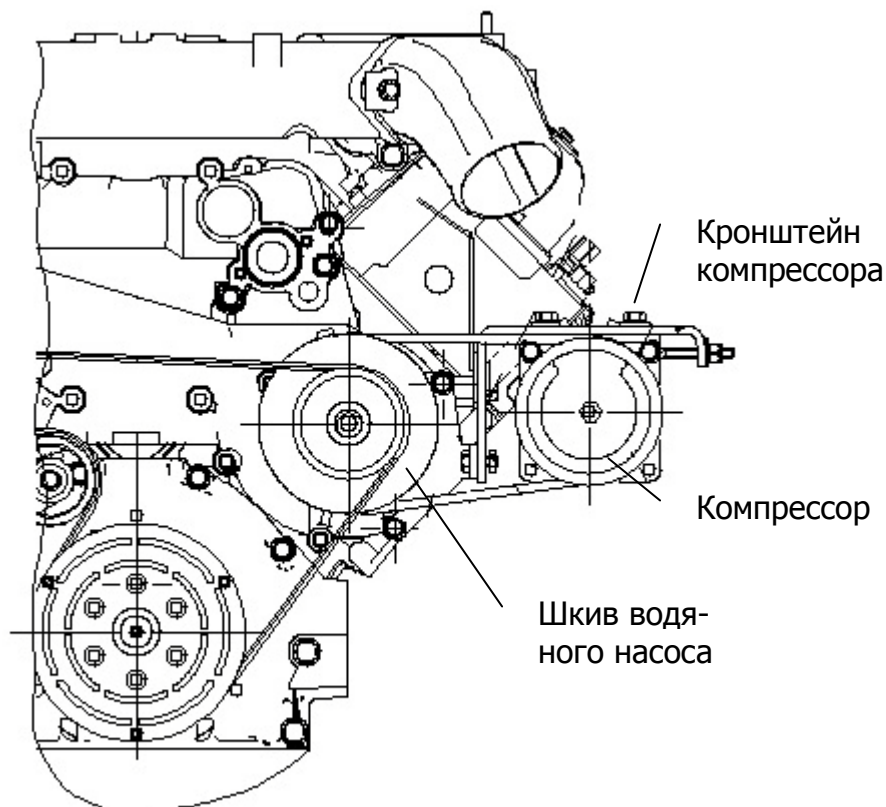

Рис.3 Схема установки компрессора на двигателе.
4.4.4 Переместить компрессор вместе с ползунами по кронштейну компрессору для создания натяжения в ремне привода компрессора. Прогиб ветви ремня между шкивом насоса охлаждения и шкивом компрессора в средней ее части при усилии 100 Н (10 кгс) должен быть от 5 до 8 мм (приспособление типа КИ 8920), см. рис. 3.